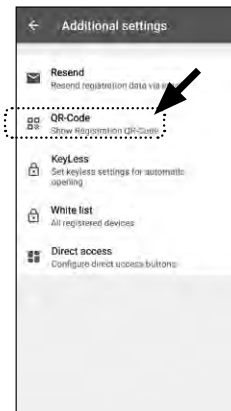

Abb. 37
⑤ Im Folgemenu tippen Sie auf „*QR-Code*“ (Abb. 37), woraufhin ein QR-Code auf dem ganzen Screen angezeigt wird.
⑥ Lassen Sie den QR-Code auf dem Screen dargestellt und legen Sie das Smartphone B einen Moment zur Seite. Die weiteren Schritte werden an Smartphone A vorgenommen.